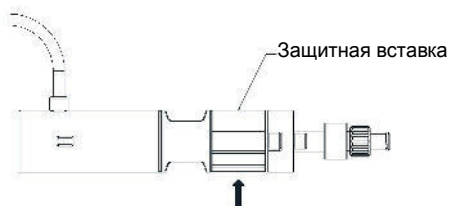

Рис. 9. Снятие защитной вставки
- ♦ Система доставки должна оставаться в неподвижном состоянии. Снять защитную вставку с захвата системы доставки. (Рис. 9)